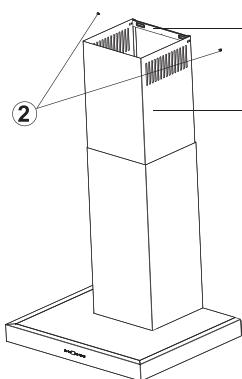

Fig. 13 Montimi i oxhakëve dekorativ
- Tërhoqni lart oxhakun e sipërm dekorativ (1), fiksoni atë nga ana e majtë dhe e djathtë për pllakën e përforcimit duke përdorur vidhat. (Fig. 13). Në atë mënyrë tashmë kemi montuar oxhakun e sipërm dekorativ në pllakën për përforcim (3), duke përdorur vidhat (2).